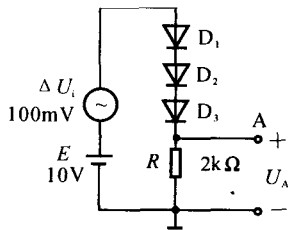

图 1.3.3
1.3.3 电路如图 1.3.3 所示, 二极管的导通压降为 0.7 V , 利用小信号模型 ($V_T = 26\text{ mV}$), 分别计算 A 点的直流电压 U_A 和交流电压 ΔU_A 。